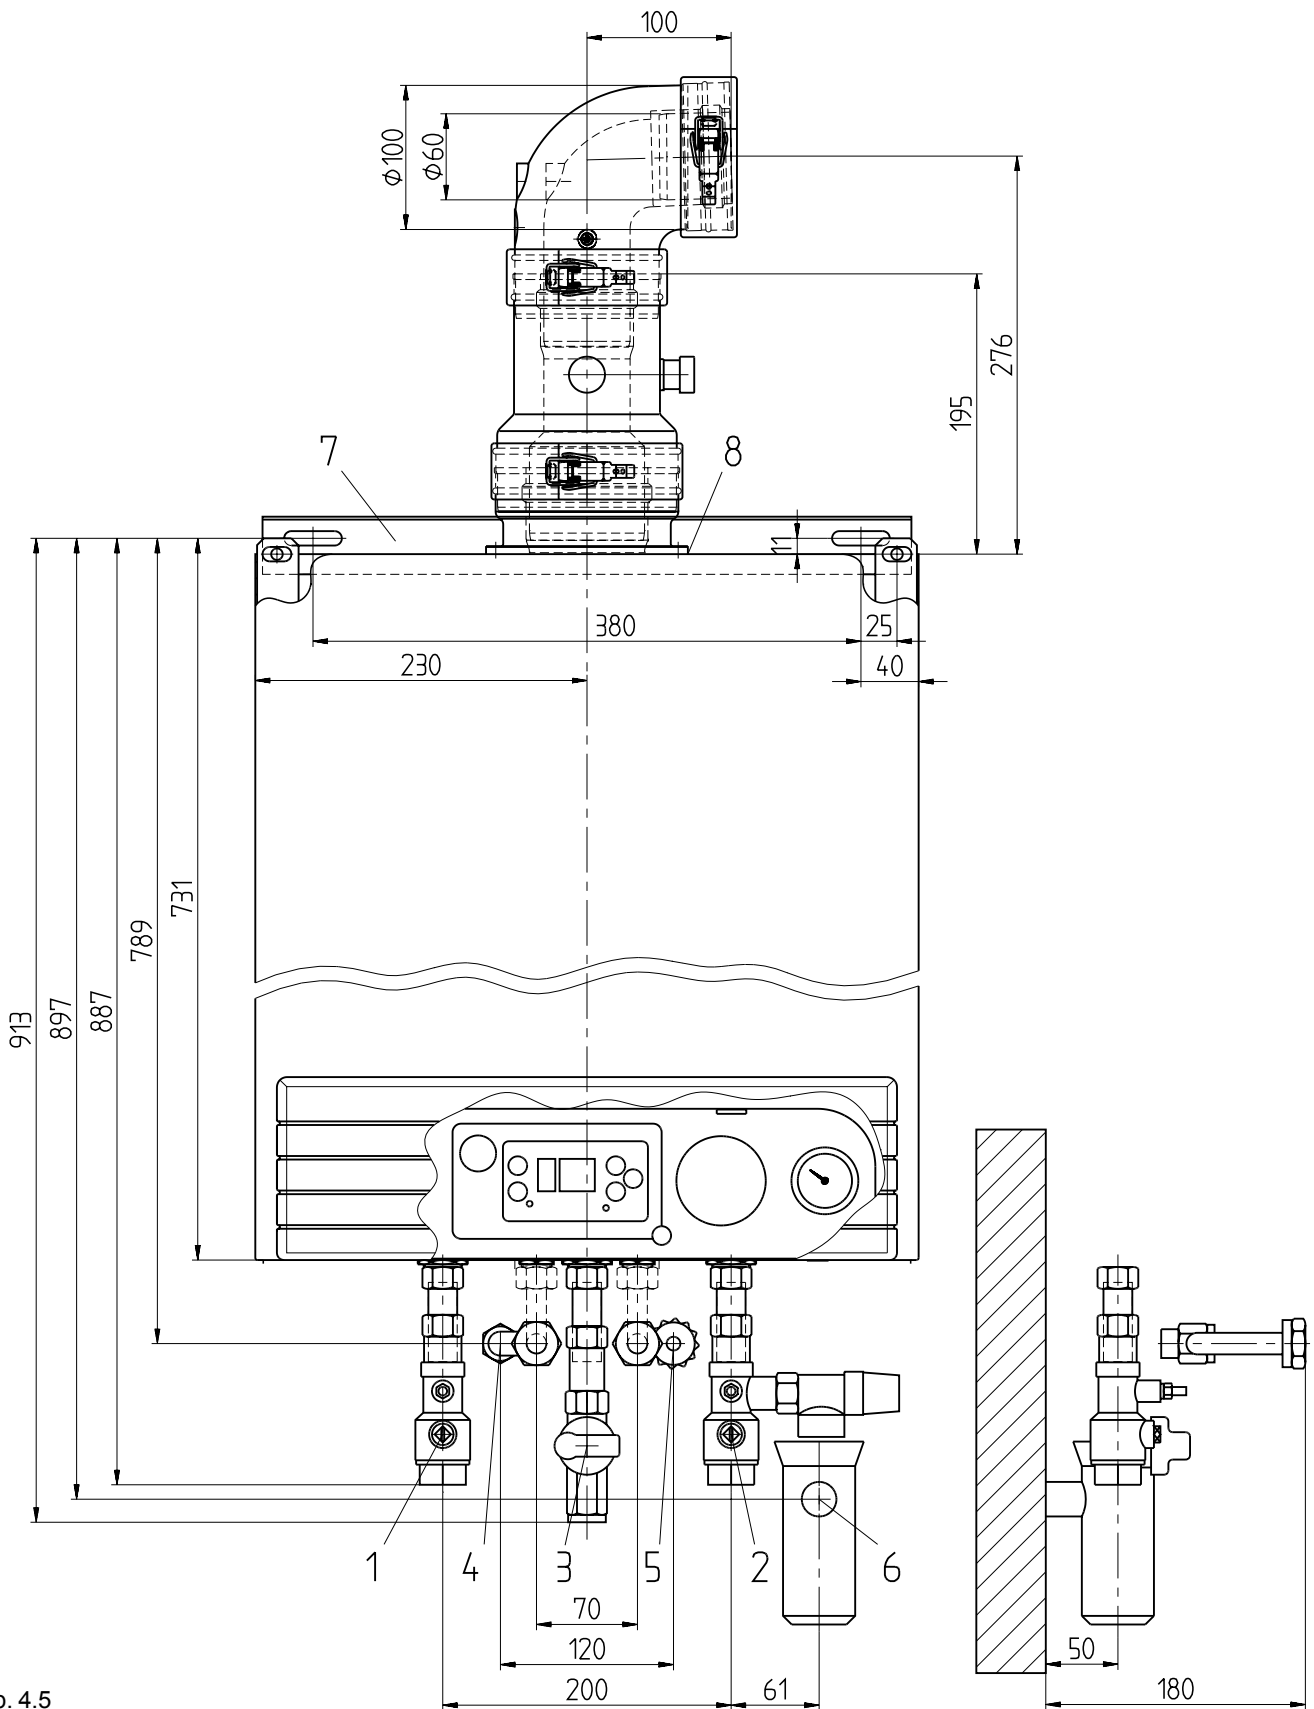
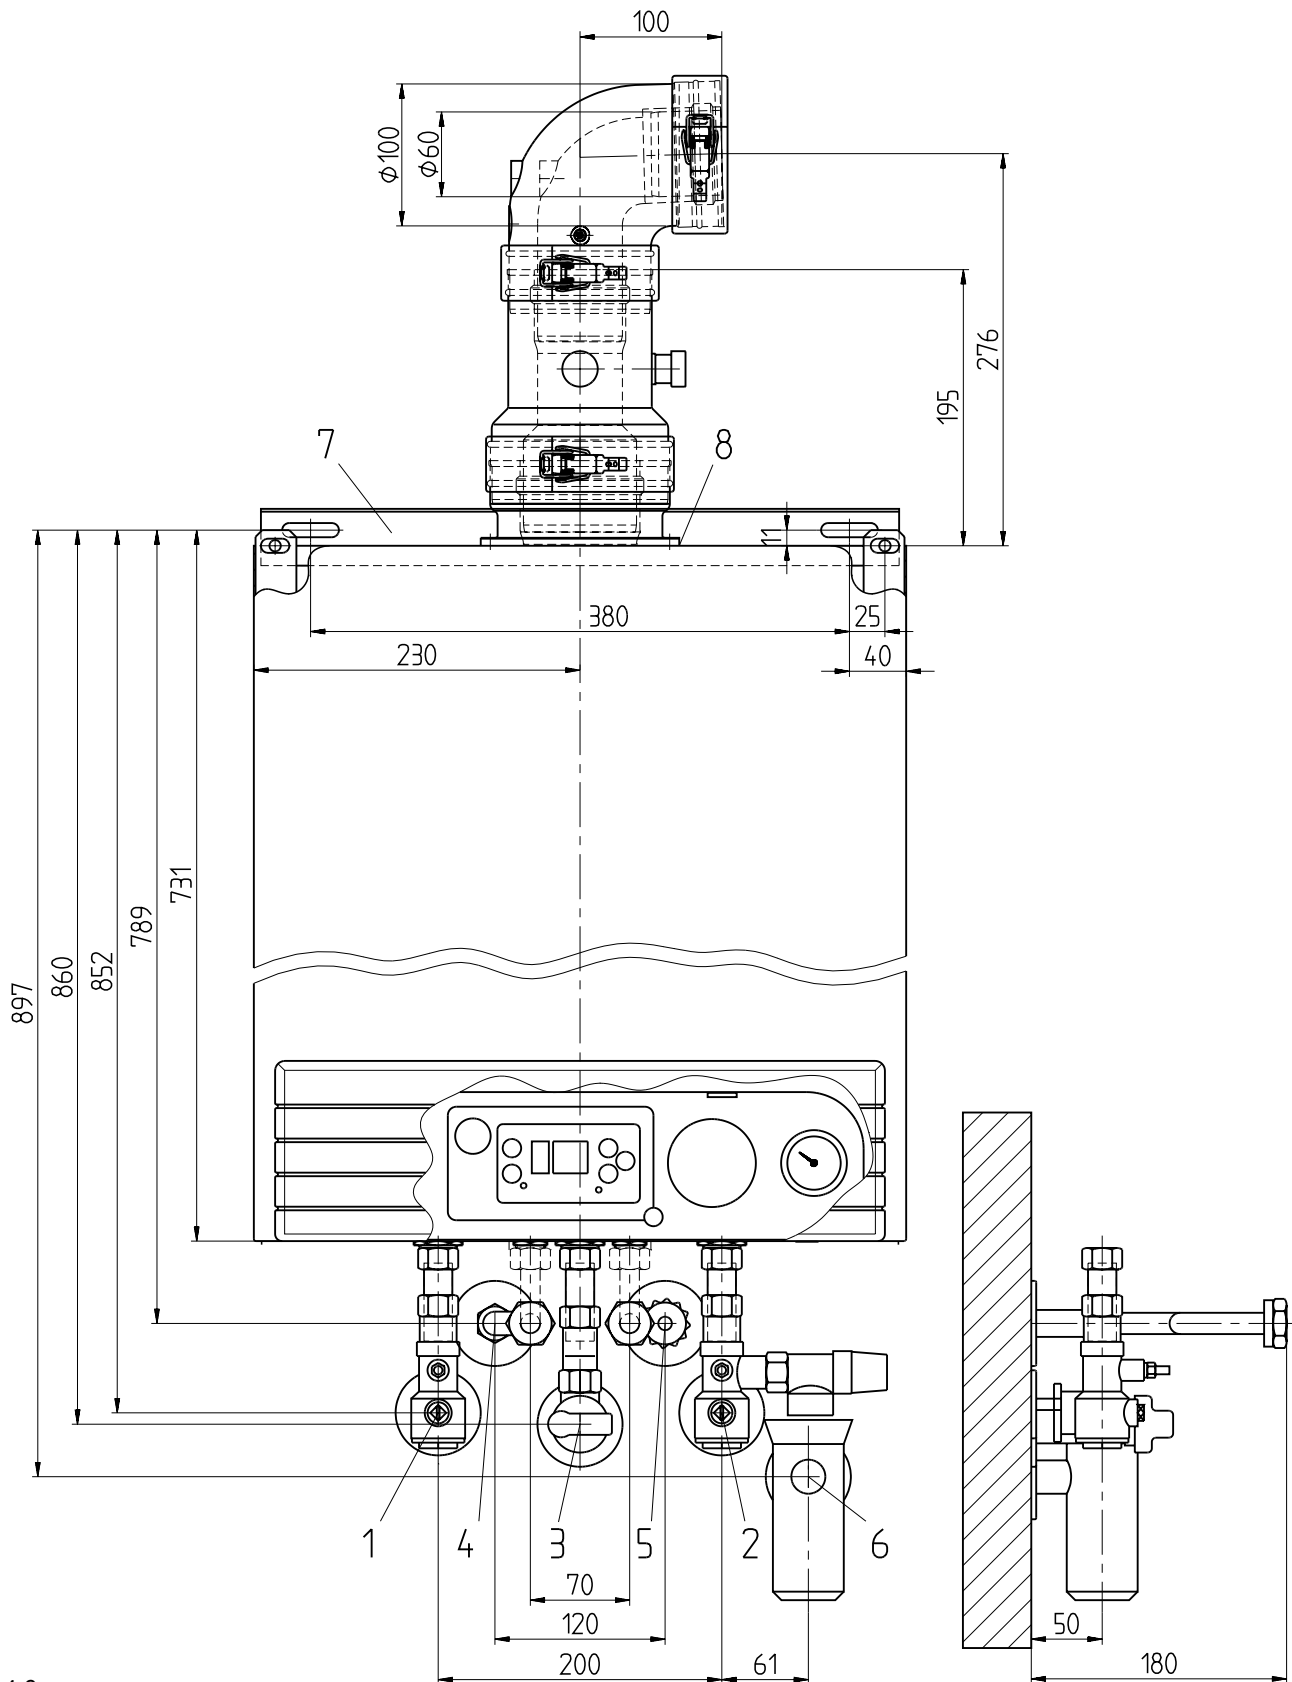

Abb. 4.5
Abb. 4.6
- Bei der Installation der Rohrleitungen und des Rapido-Anschlußzubehöres beachten Sie die Maße in Abb. 4.5 bzw. Abb. 4.6.
- Montieren Sie die Montagेशchiene entsprechend der Maße in Abb. 4.5 bzw. Abb. 4.6 an die Wand.